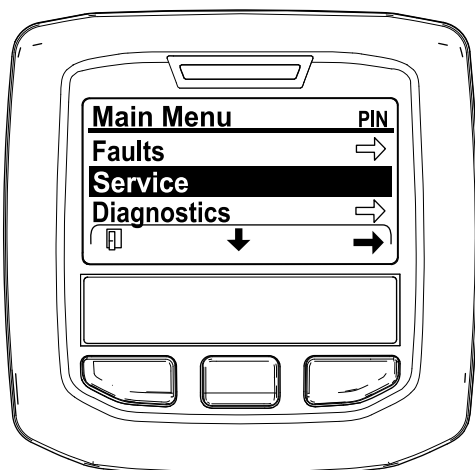

Figura 29
2. Vá até ao MENU PRINCIPAL, prima o botão central para ir até ao MENU DE MANUTENÇÃO e prima o botão direito para selecionar a opção de MANUTENÇÃO (Figura 29).